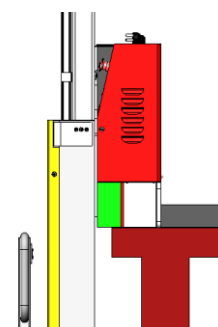

Рис. 9: Положение платформы
1. На 4 шаге данный самоподъемный штабелер должен удерживаться на краю платформы в зеленой области (безопасная рабочая область). Красная область — это область ограничения, как показано на рис.9. Не разрешается устанавливать штабелер кроме как на зеленую и красную области.